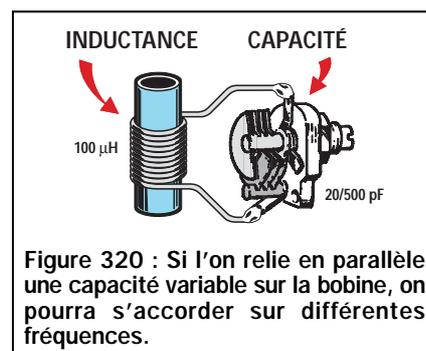

Figure 320 : Si l'on relie en parallèle une capacité variable sur la bobine, on pourra s'accorder sur différentes fréquences.
**Exemple :** En reliant en parallèle une inductance de 100 microhenrys et un condensateur variable (voir figure 320), présentant une capacité minimale de 20 picofarads complètement ouvert et de 500 picofarads complètement fermé, on veut savoir sur quelle gamme de fréquence en kilohertz ce circuit s'accordera.
Ce condensateur ajustable placé en parallèle de la bobine (voir l'exemple de la figure 320), nous permet, en outre, de corriger toutes les tolérances et les capacités parasites du circuit.